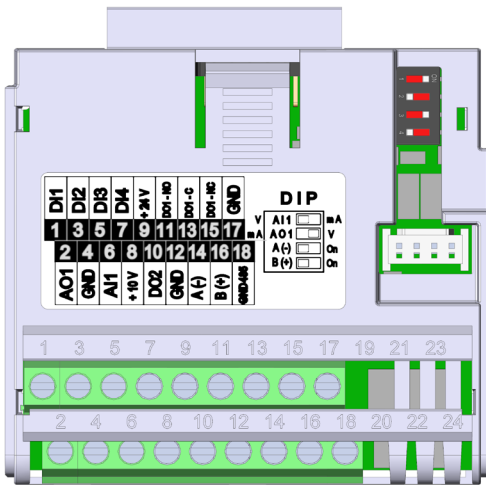

图 20.1: 插入模块CFW500-IOS
CFW500-IOS插件模块只有通过RS-485端口的14 (A-) 和16 (B+) 的串行 (1) 接口, 见 图 20.1(第20-1页)。另请参见, 端子 18 上的 GND485 与端子 17 和 4 上的 GND 隔离。